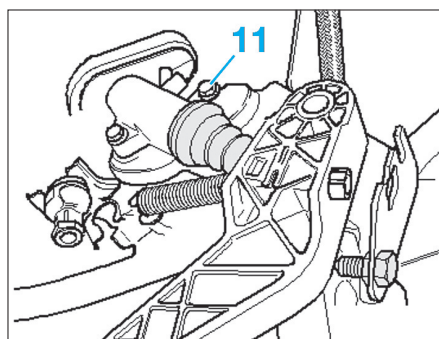

Fig. 12
- dévisser les vis de fixation (11) pour le cylindre émetteur (Fig.12).